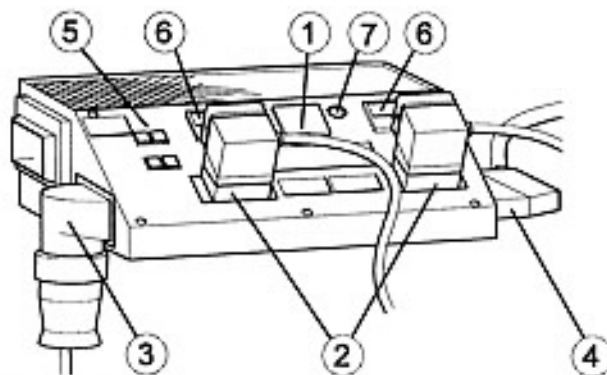

Bild 5 / Fig. 5
**Pupitre de commande du système électrique (fig. 5)**
#### Elektro-Schaltpult (Bild 5)